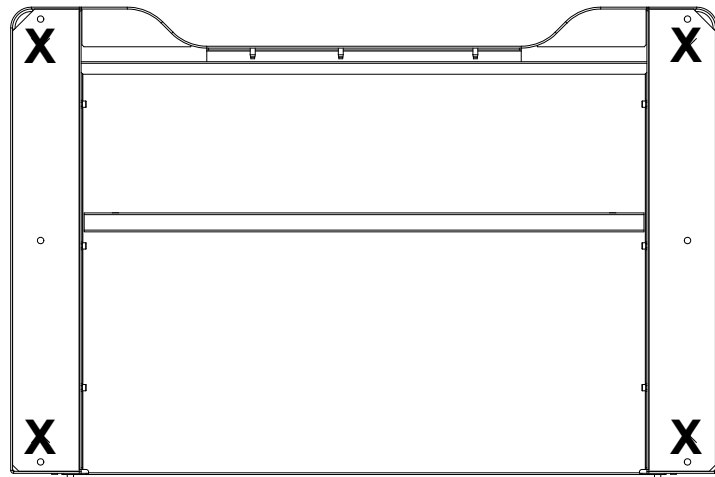

Abbildung 19. Unterseite des Rahmens mit Position der Rahmenfüße
6. Machen Sie alle Rahmenfüße ausfindig, die entfernt wurden, um den Rahmen mit dem Gestell zu verschrauben, und montieren Sie sie wieder an den Stellen, die in Abbildung 19 auf Seite 72 gezeigt sind.